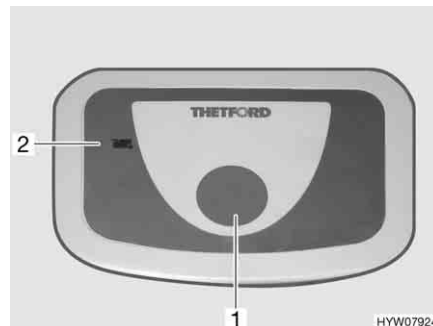

Bild 192 Spülknopf/Kontroll-Leuchte Thetford-Toilette
- Zum Spülen den blauen Spülknopf (Bild 192,1) drücken.
Die Kontroll-Leuchte (Bild 192,2) leuchtet, wenn die Thetford-Kassette entleert werden muss.